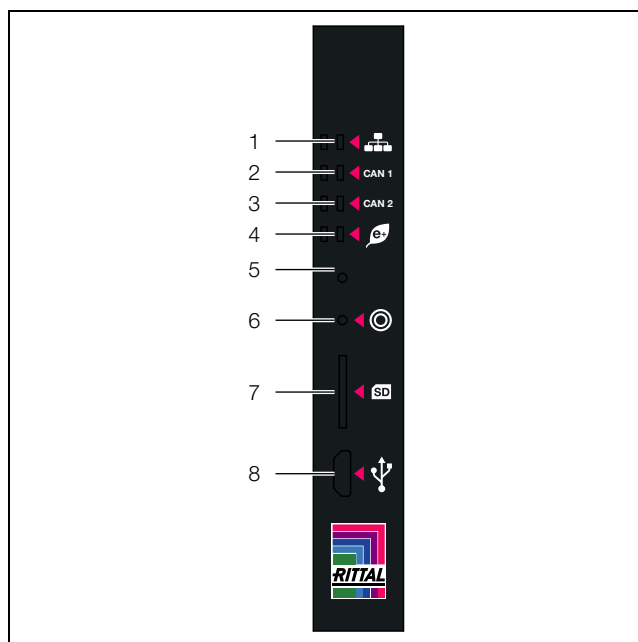

Рис. 8: Передняя сторона IoT-интерфейса
1. Путем краткого нажатия соответствующей кнопки (рис. 8, поз. 6) на IoT-интерфейсе (символ круга). При этом подтверждаются все сообщения одновременно.